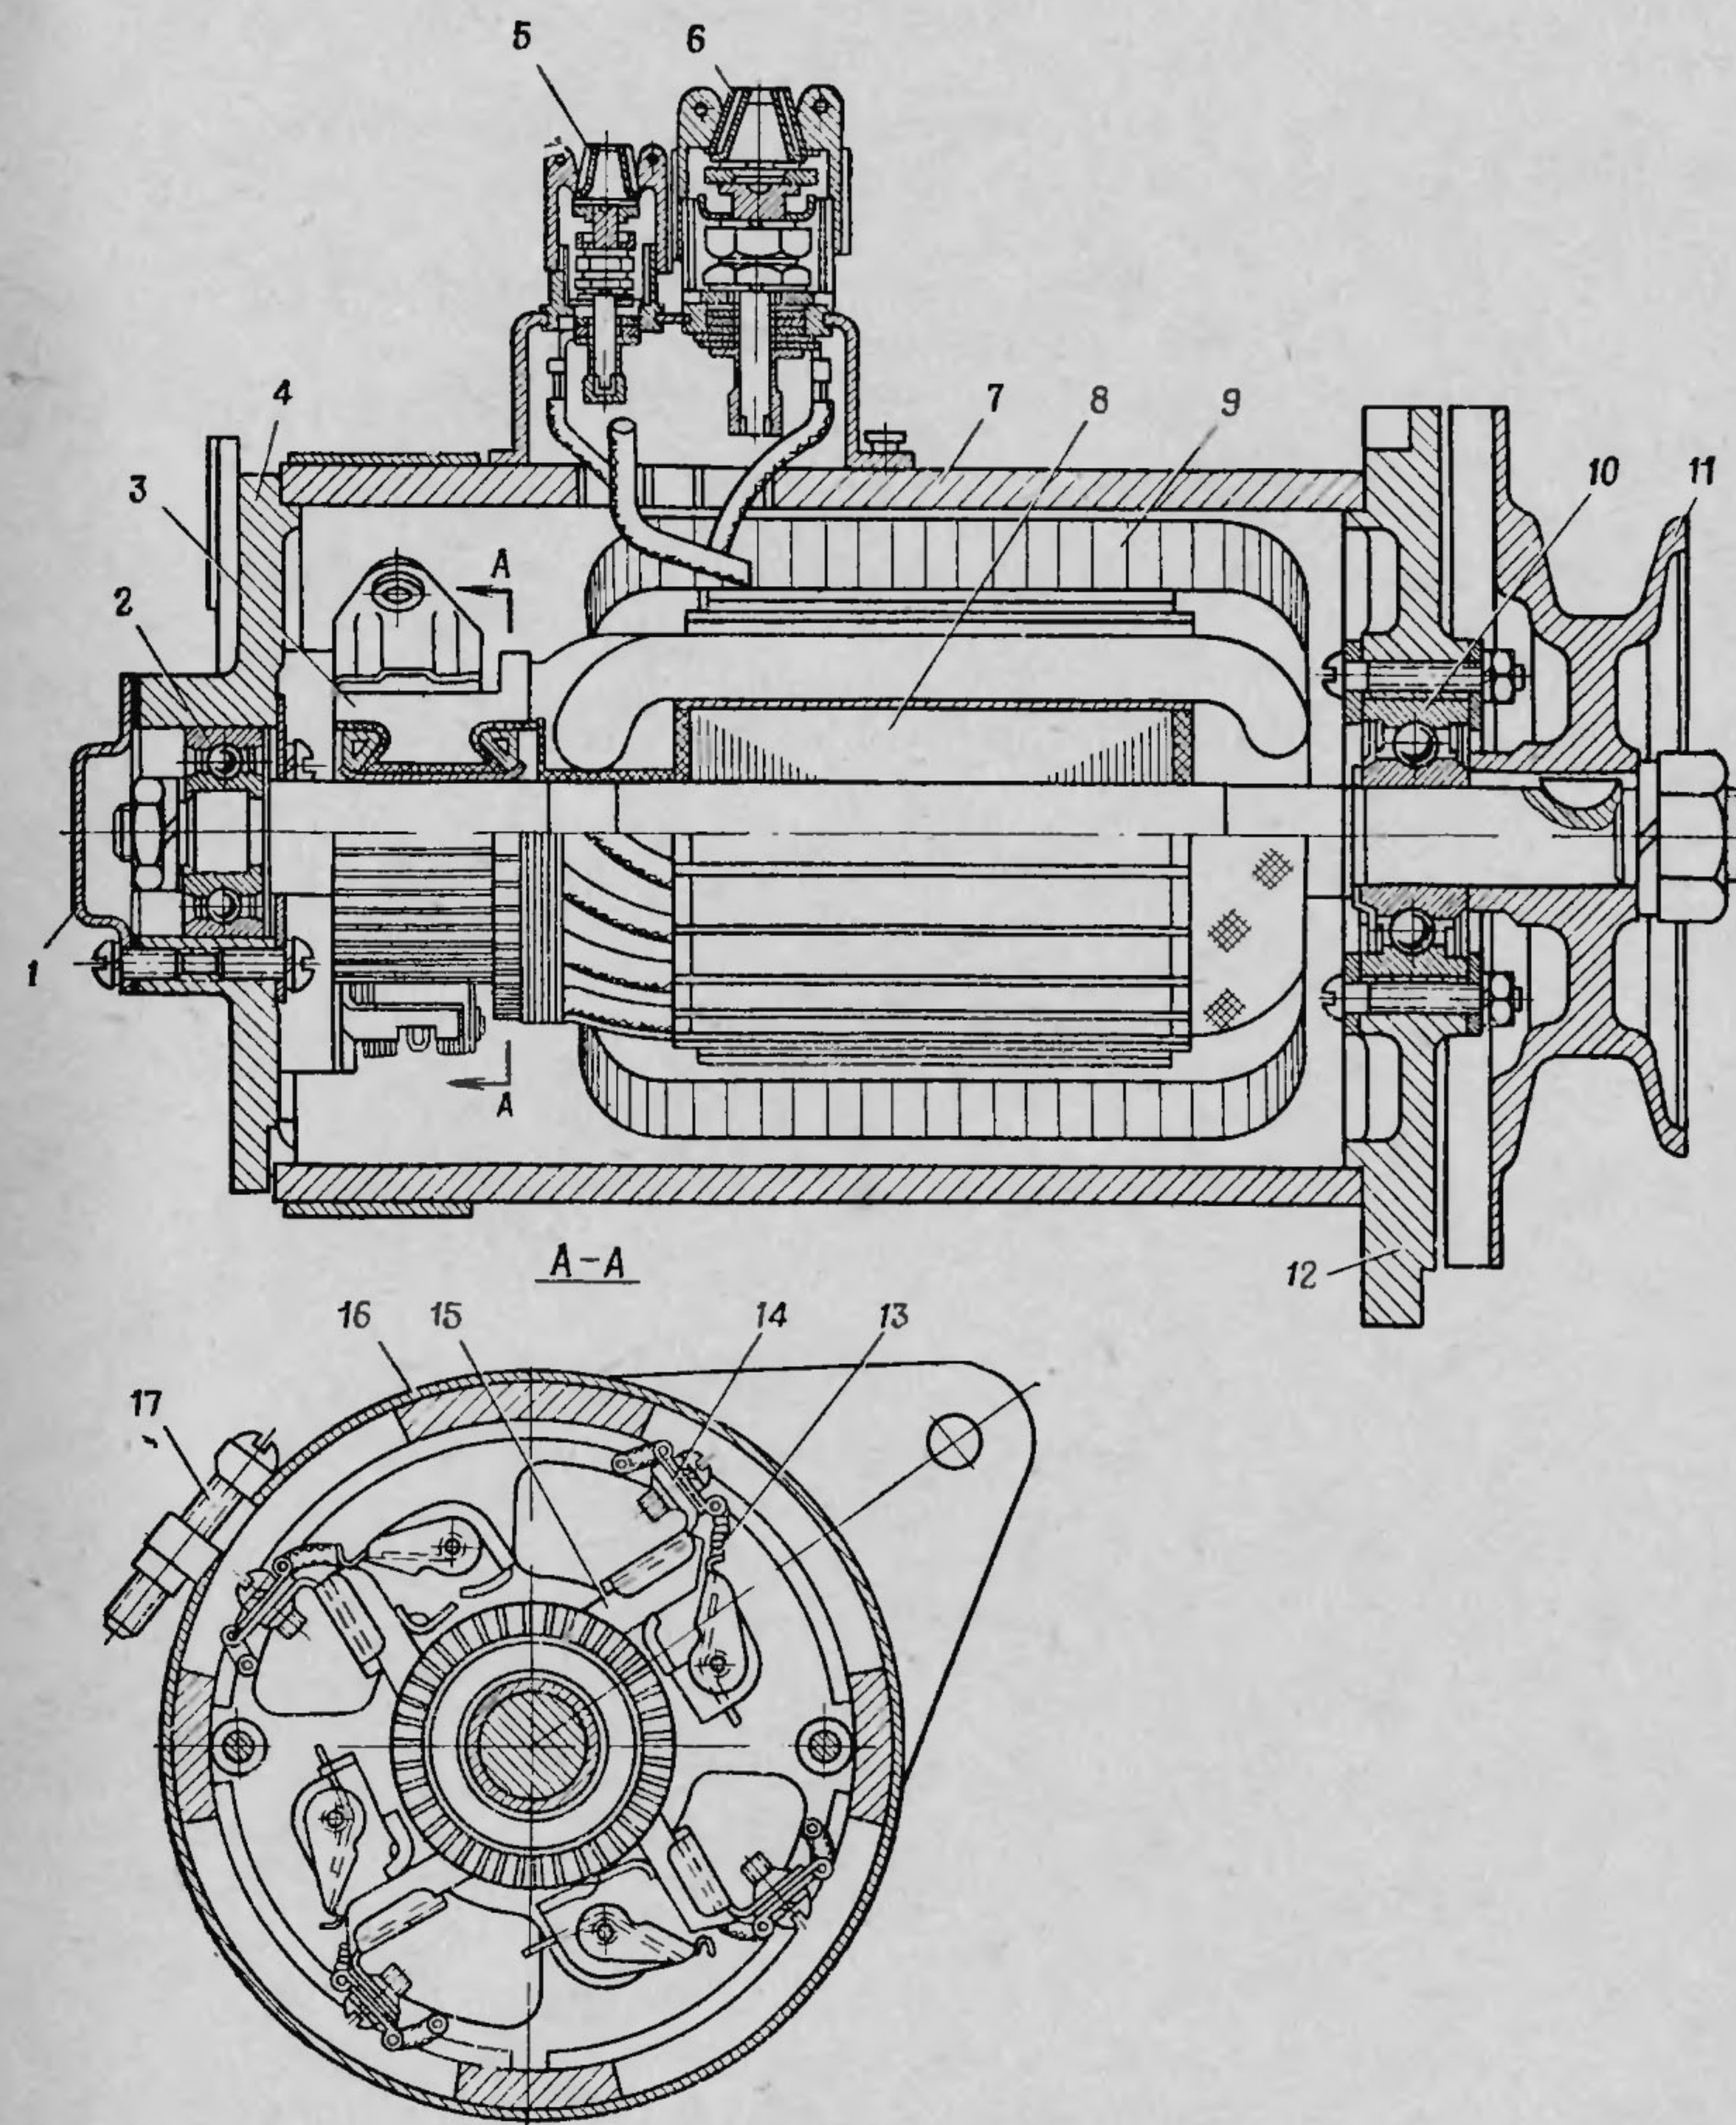

Рис. 49. Генератор Г51:
3. Вывернуть винт 17 (рис. 49) крепления защитной ленты 16 генератора и снять ленту.